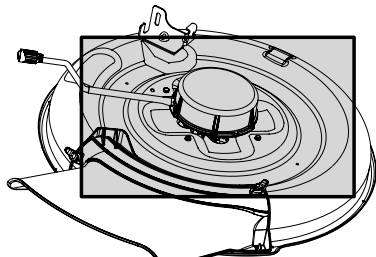

Figure 15
- Nettoyez la partie supérieure du plateau de coupe. Voir Figure 15.